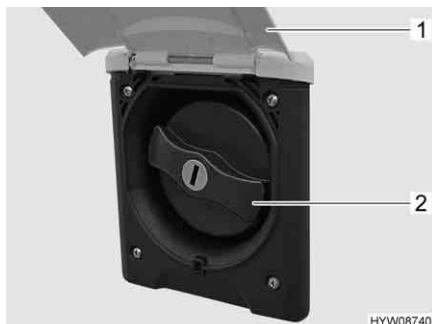

Fig. 107 Coperchio per bocchettone di riempimento dell'acqua potabile
- Sollevare lo sportello esterno (Fig. 107,1).
- Ruotare il coperchio blu (Fig. 107,2) di un quarto di giro.